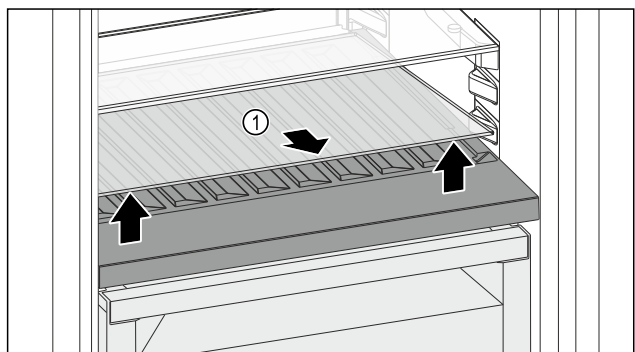

Fig. 172
- ▶ Podignite staklenu ploču Fig. 172 (1) na otvoru sprijeda i izvadite je.
- ▶ Čuvajte staklenu ploču Fig. 172 (1) na sigurnom izvan uređaja.
- ▶ Uložite staklenu ploču (2) ispod promjenjive police za boce.